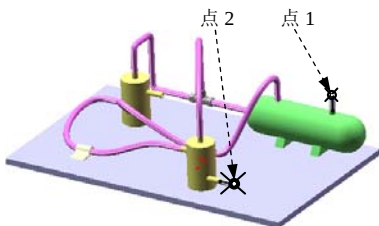

图 11.10.21 选取步路点
Step4. 创建自动步路。选取图 11.10.21 所示的点 1 并右击，在系统弹出的快捷菜单中选择  **自动步路(A) (H)** 命令，系统弹出“自动步路”对话框，再选取点 2 为自动步路结束点，单击对话框中的  按钮，完成自动步路。